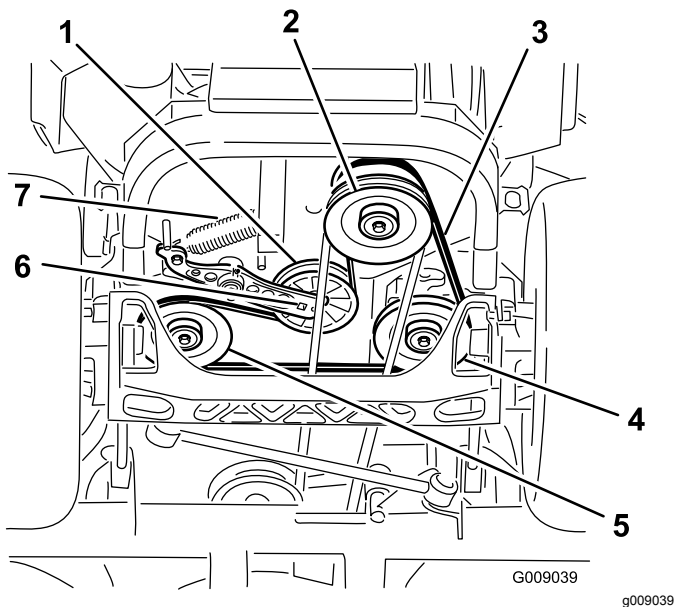

Figure 80
- Soulevez la machine sur des chandelles (Figure 80).
5. Insérez un rochet dans le trou carré du bras de la poulie de tension pour déposer le ressort de la poulie de tension (Figure 80).
6. Décrochez le ressort de tension sur le cadre (Figure 80).
9. Insérez un rochet dans le trou carré du bras de tension pour installer le ressort de la poulie de tension sur le cadre (Figure 80).